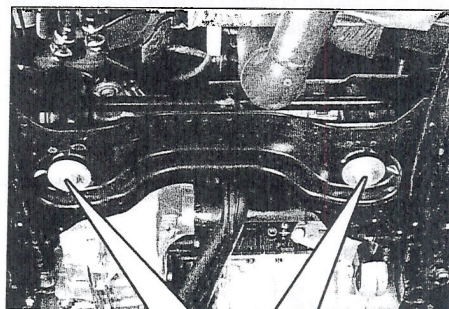

Figura 5-4
- Desmontar los tornillos de fijación (6) de la caja de dirección sobre la cuna (figura 5-4) y recuperar el dispositivo de fijación (7).